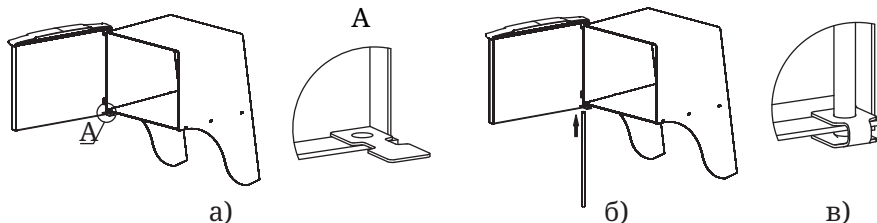

Рисунок 11. Установка дверцы при монтаже печи
2. Установите дверцу на втулки топливного канала, совместив отверстия (рисунок 11.а);
3. Совместите отверстие упора с нижним отверстием каркаса, при этом упор должен располагаться внутри каркаса (рисунок 11.а);
3. Вставьте ось через отверстия снизу вверх (рисунок 11.б),
4. Подогните упор, фиксируя конец оси между площадками упора (рисунок 11.в);